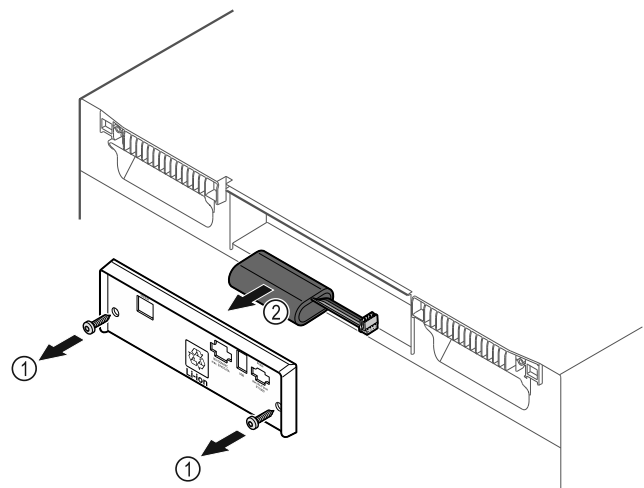

Fig. 147
- ▶ Schroeven eruit draaien en het afdekplaatje aan de achterkant van het apparaat verwijderen Fig. 147 (1).
- ▶ Batterij ontkoppelen en verwijderen Fig. 147 (2).